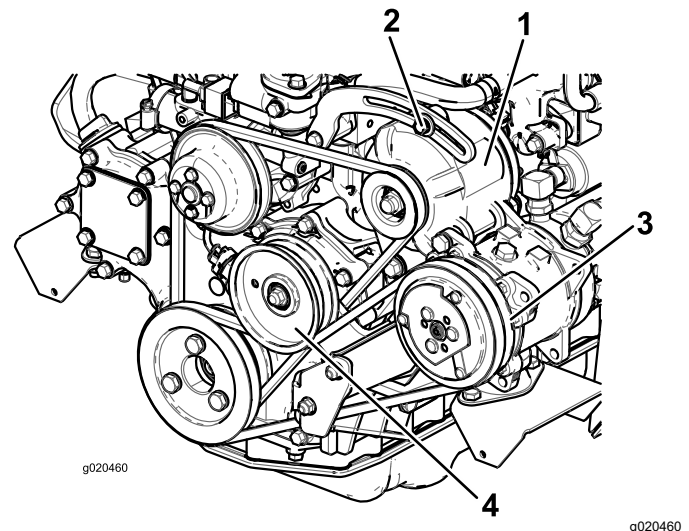

Figura 112
Si la desviación no es de 10 mm ($\frac{3}{8}$ "), afloje los pernos de montaje del alternador (Figura 112).
2. Si la desviación no es de 10 mm ($\frac{3}{8}$ "), afloje el perno de montaje de la polea tensora (Figura 112).